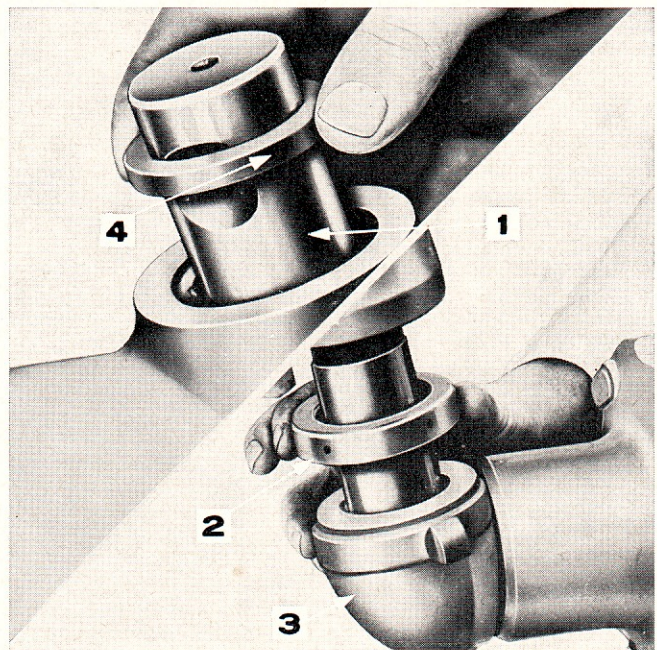

Figure 8: Pose de la fusée
1. Graisser la butée de fusée et la monter sur l'axe de la fusée. S'assurer que le blindage est tourné vers le haut. Ceci est indiqué par la marque de fabrique estampillée sur cette face, et, parfois, par le mot "Top", figure 8.
3. Poser un nouveau joint cache-poussière sur l'axe de la fusée, la rainure dans la périphérie étant plus proche de la base, figure 8.